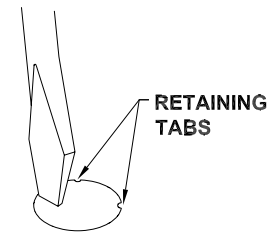

Fig. 3
3. **Remove the 7/8" dia. center knockout** and the 11/16" dia. knockouts near the ends of the housing base by placing a straight blade screwdriver on the edge of knockout and striking it with a hammer. (Wear safety glasses when hammering) Remove slugs by flexing back and forth with pliers. **See Figure 3.**
**3. Retirer les débouchures de 7/8 po et 11/16 po** situées près des extrémités du corps de l'appareil au moyen d'un tournevis à lame plate placé sur le bord de la débouchure, frappé d'un coup de marteau. (Porter des lunettes de sécurité pour l'utilisation du marteau.) Dégager les débouchures en les pliant de gauche à droite avec les pinces. **Voir la figure 3.**